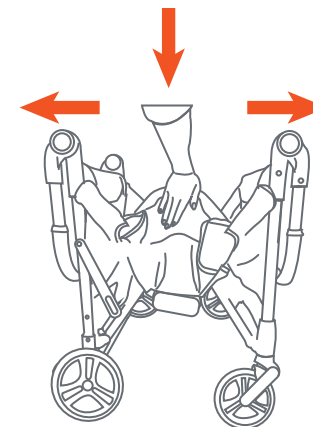

Fig. 4b
- Unfold the wagon by pushing the middle of the frame down until there is a click (Fig. 4b).
- Despliegue el vagón empujando el centro del marco hacia abajo hasta que escuche un clic (Fig. 4b).